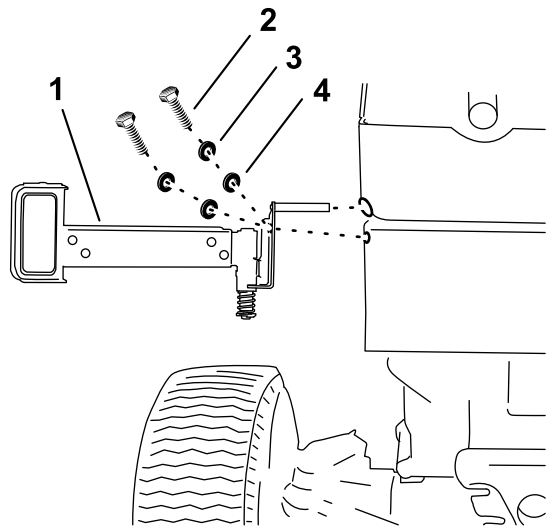

Figura 4
2. Monte el soporte de la luz trasera izquierda en los taladros existentes en la parte trasera de la máquina usando las fijaciones de los soportes retirados anteriormente (Figura 4).